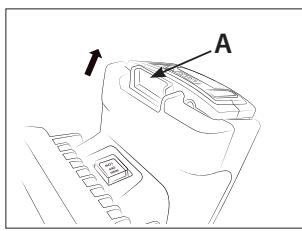

FIG. 2B
3. Pour enlever la batterie, appuyer le bouton d'accès à la pile (A), et sortir.
4. Pour installer la batterie, aligner les rails dans le compartiment à batterie à ceux sur le bloc-piles. Toujours insérer la batterie en l'enfonçant complètement jusqu'à ce qu'il s'enclenche avec un clic. Sinon, elle pourrait tomber hors de l'outil par accident et provoquer une blessure à vous-mêmes ou quelqu'un dans votre entourage. (Fig. 2B) N.B. Ne pas utiliser de la force lors de l'installation de la batterie. Si la cartouche ne rentre pas facilement, elle sera insérée incorrectement.